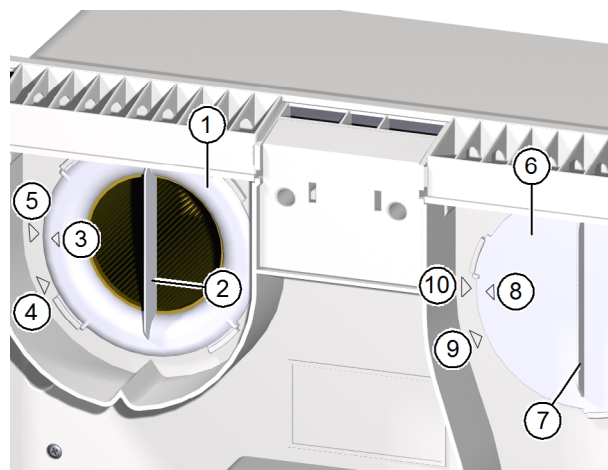

Abb. 18: Filter entfernen
- ▶ Drehen Sie den Filterring (Pos. 1 in Abb. 18) an der Griffleiste (Pos. 2 in Abb. 18) gegen den Uhrzeigersinn, bis der Pfeil am Filterring (Pos. 3 in Abb. 18) auf den Pfeil der Entnahmeposition (Pos. 4 in Abb. 18) zeigt.
- ▶ Drehen Sie den Filterdeckel (Pos. 6 in Abb. 18) an der Griffleiste (Pos. 7 in Abb. 18) gegen den Uhrzeigersinn, bis der Pfeil (Pos. 8 in Abb. 18) am Filterdeckel auf den Pfeil der Entnahmeposition (Pos. 9 in Abb. 18) zeigt.
- ▶ Achten Sie darauf, dass der Filterring so orientiert ist, dass der Pfeil auf dem Filterring (Pos. 3 in Abb. 18 auf Seite 38) mit dem Pfeil der Entnahmeposition (Pos. 4 in Abb. 18 auf Seite 38) fluchtet.
- ▶ Drehen Sie den Filterring im Uhrzeigersinn bis der Pfeil auf dem Filterring (Pos. 3 in Abb. 18 auf Seite 38) mit dem Pfeil der Arretierposition (Pos. 5 in Abb. 18 auf Seite 38) fluchtet.
- ▶ Kontrollieren Sie die Position von Filterring und Filterdeckel. Die Griffleisten müssen senkrecht stehen und die Pfeile auf Filterring und Filterdeckel müssen mit den Pfeilen der Arretierposition fluchten (siehe Abb. 18 auf Seite 38).